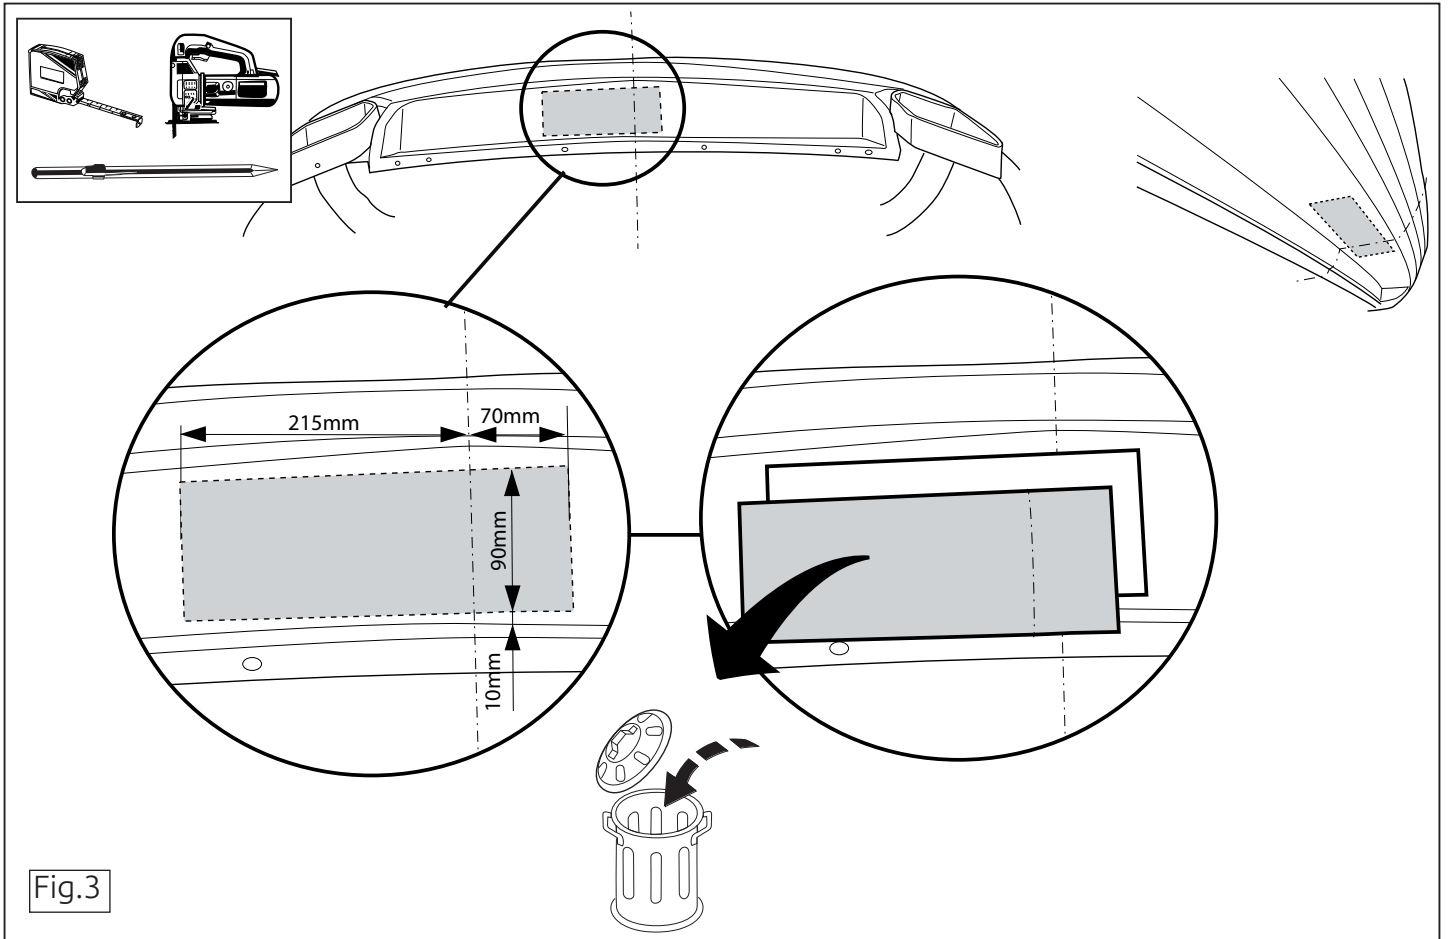

Fig.3
8. **Внимание! При необходимости:** Выпилить часть из бампера в середине снизу, как указано на рис. 3.